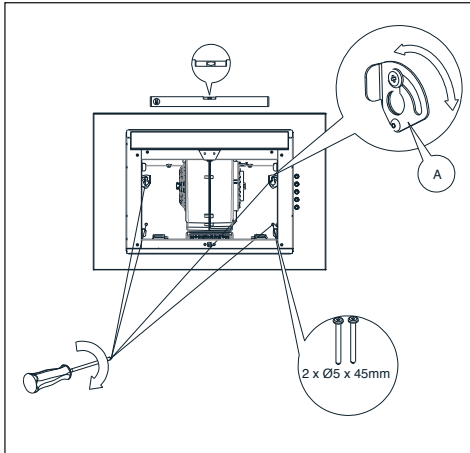

Abb.14 Bereich der Dunstabzugshaubenposition
5. Stellen Sie die Wasserwaage auf den Dunstabzugshaubenkörper. Drehen Sie das mit A gekennzeichnete Element, stellen Sie die Dunstabzugshaubenstufe gemäß der Stufenanzeige ein und ziehen Sie dann zuvor teilweise festgeschraubte Schrauben fest und schrauben Sie zwei verbleibende Schrauben ein (Abb. 14).